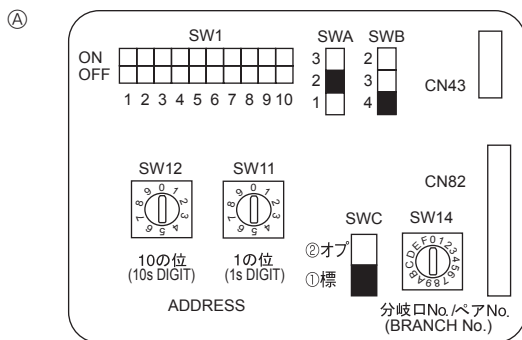

Fig. 5-4
5.6. Schaltereinstellung für hohe Decken oder zum Zeitpunkt der Änderung der Anzahl der Luftauslaßöffnungen (Fig. 5-4)
④	4 Richtungen	2,5 m	2,7 m	3,5 m
③	3 Richtungen	2,7 m	3,0 m	3,5 m
②	2 Richtungen	3,0 m	3,3 m	3,5 m
5.7. Messen der Raumtemperatur mit dem in eine Fernbedienung eingebauten Temperaturfühler (Fig. 5-4)
5.5. Adressen einsetzen (Fig. 5-4)